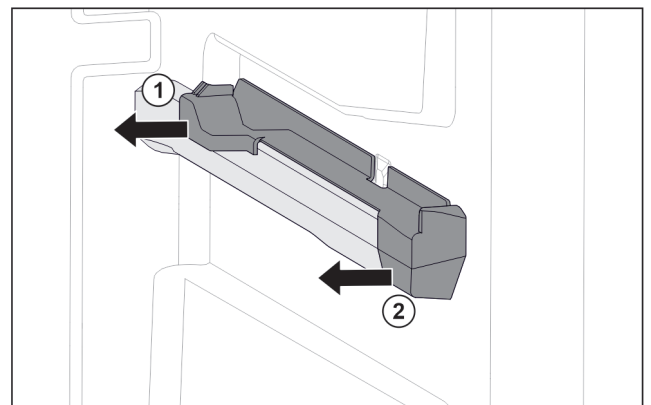

Fig. 131 Elemento inseribile sulla nervatura destra del contenitore
- Estrarre l'elemento inseribile dal lato posteriore di lato. Fig. 131 (1)
- Estrarre l'elemento inseribile dal lato anteriore di lato. Fig. 131 (2)